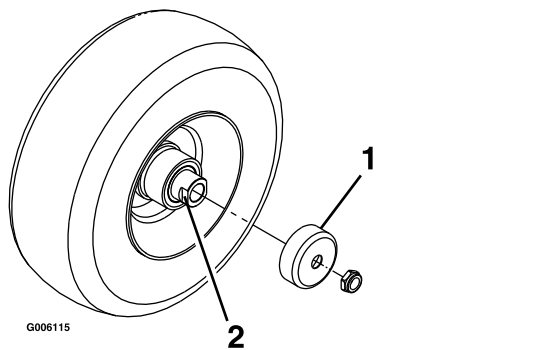

Figure 47
4. Déposez les protège-joints du moyeu de roue (Figure 47).